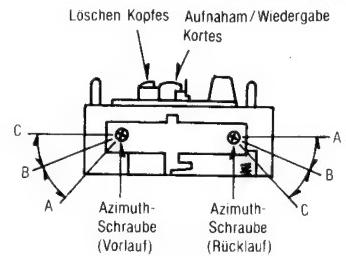

Fig. 3
1. Den Meßaufbau zeigt Fig. 2. 2. In der Forward-Playback Stellung das 8 kHz Signal des QZZCFM Testbandes wiedergeben. Die Azimuth-Schraube (Vorlauf), die Abbildung 3 zeigt, auf maximalen Ausgangspegel des linken und rechten Kanals abgleichen. Sind die Ausgangspegel des linken und rechten Kanals nicht gleichzeitig maximal, wie folgt justieren:
- Durch Drehen der in Abbildung 3 gezeigten Azimuth-Schraube (Vorlauf) die Winkel A und C auffinden (den Punkt wo der Spitzenausgangspegel für den linken, bzw. rechten Kanal erreicht wird, ermitteln). Anschließend den Winkel B zwischen den Winkeln A und C, d.h. den Punkt, wo der Ausgangspegel des linken und rechten Kanals bei maximalem Pegel zusammentreffen, ermitteln. (Siehe Abbildung 3 und 4).
- In der Forward Playback Stellung das 8kHz Signal des Testbandes (QZZCFM) wiedergeben. Die in Abbildung 3 gezeigte Azimuth-Schraube (Vorlauf) so einstellen, daß die Zeiger von zwei Röhrentvoltmetern auf Maximum ausschlagen, und am Oszilloskop eine wie in Abbildung 6 gezeigte Wellenform erreicht wird.